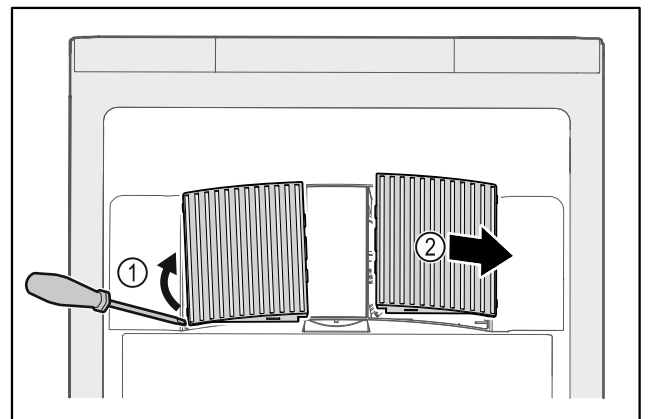

Fig. 164
- Extraire par un mouvement de levier les caches latéraux Fig. 164 (1) vers l'avant Fig. 164 (2).